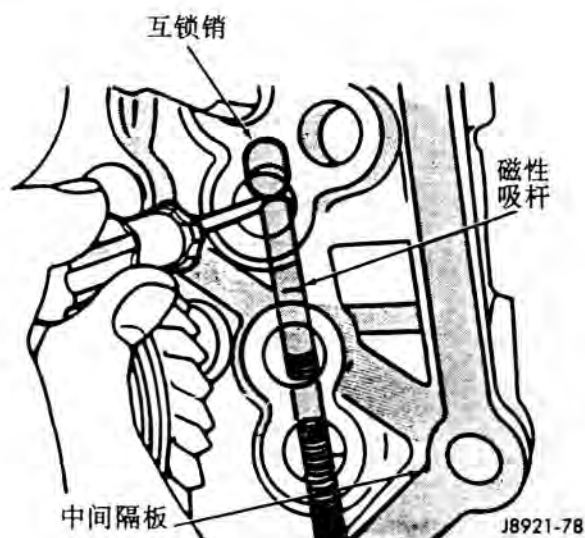

图 78 安装第一个互锁销
(6) 把第一个互锁销送入中间隔板 (图 78)。使用磁性吸杆和改锥安装锁销。